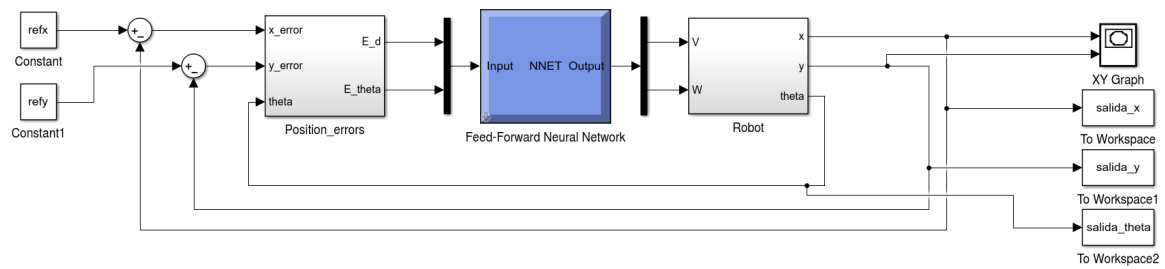

Figura 11. Esquema del controlador neuronal de posición.
- h) Cree un nuevo archivo de simulación “PositionControlNet.slx” con los mismos bloques utilizados en “PositionControl.slx” y donde se utilice la red neuronal en lugar del bloque controlador (Figura 11). Se utilizan bloques multiplexores y demultiplexores para adaptar las señales de entrada y salida como se muestra en la Figura.